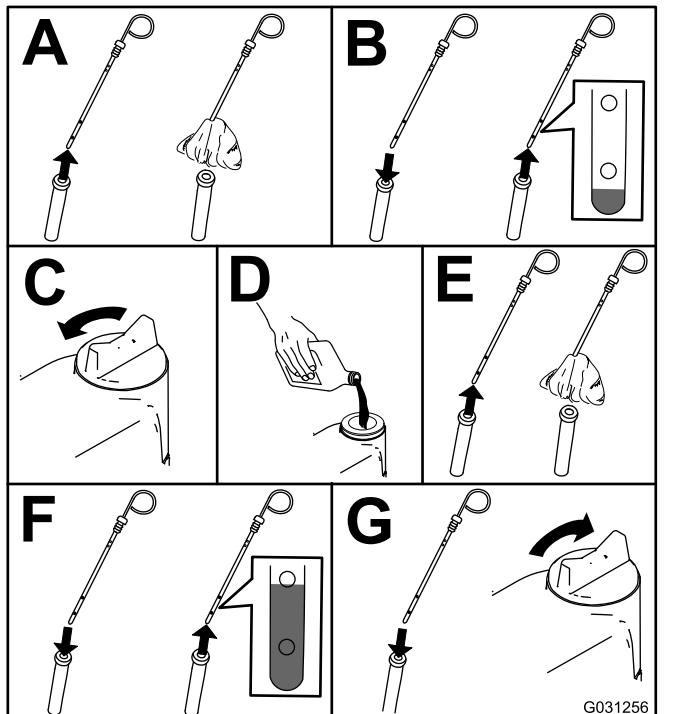

Figura 71
2. Controllate il livello dell'olio motore (Figura 71).